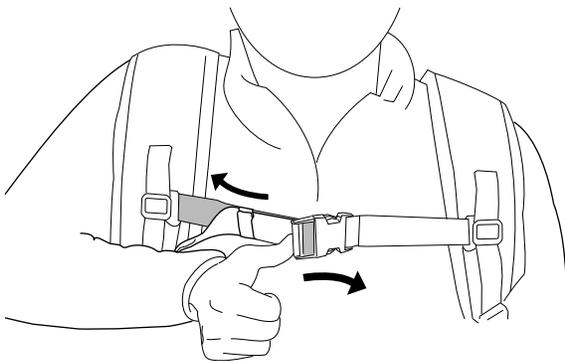

Figure 15
8. Si la sangle de poitrine est trop serrée, soulevez le dispositif de réglage sur le côté pour allonger les sangles (Figure 15).